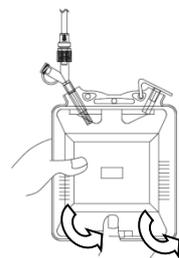

図 8
2. ポンプ (フラップ型) 底部のフラップをうしろにやや折り曲げて固定する。(図 8)